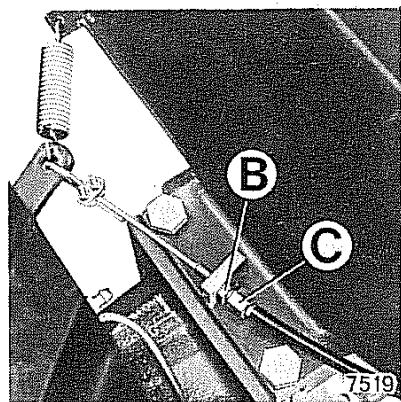

Fig. 16 - Registro di posizione del freno di soccorso e di stazionamento (rimorchio)
- Allentare il dado **B** (fig. 16).